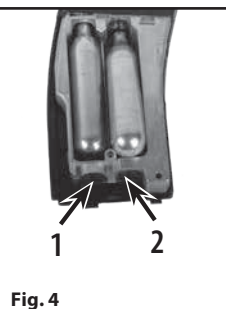

Fig. 4
- Insira dois (2) novos cartuchos de CO₂ na arma de pressão, primeiro a ponta, em direção ao conjunto de perfuração (Fig. 4).